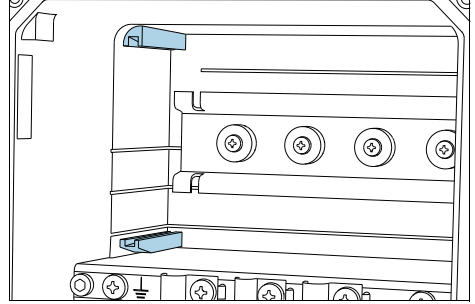
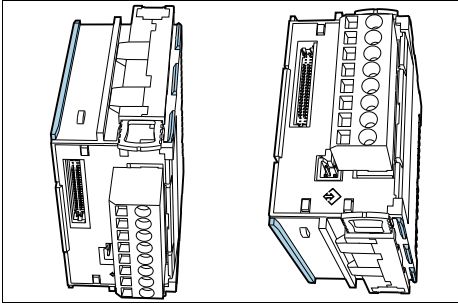
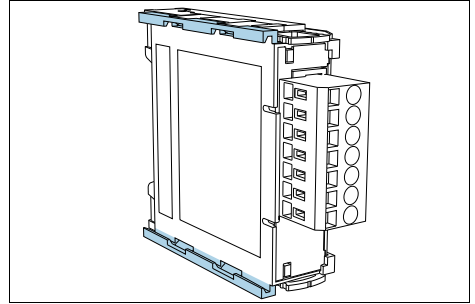

图 6: 外壳导轨
图 7: CPU 模块指南 (左右)
图 8: 输入模块指南 (左)
4. 将新模块插入到外壳导轨中 (→ 图 6)。使用模块导轨 (→ 图 7, → 图 8) 完成操作。